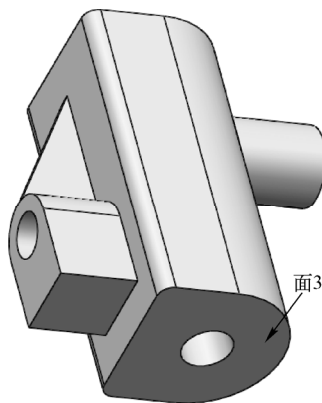
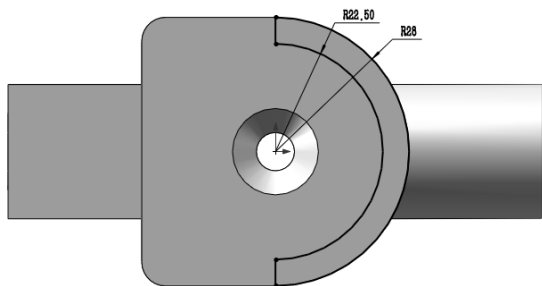

图 12-78 拉伸切除
图 12-79 绘制草图
**06** 拉伸-切除实体。单击“特征”控制面板中的“拉伸切除”按钮，此时系统弹出“切除-拉伸”属性管理器。选择上步绘制的草图作为拉伸截面，设置终止条件为“成形到下一面”，然后单击属性管理器中的“确定”按钮，结果如图 12-78 所示。
**07** 绘制草图。在图 12-78 中选择面 3 作为绘制图形的基准面。单击“草图”控制面板中的“圆”按钮、“直线”按钮和“裁剪”按钮，绘制草图轮廓，标注并修改尺寸，结果如图 12-79 所示。